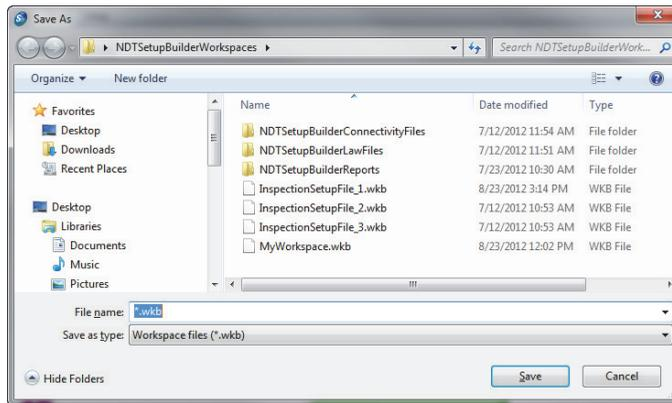

Рис. 6-3 Диалоговое окно Save as для сохранения рабочей области
2. В диалоговом окне **Save As** (Сохранить как) выберите папку, куда будет сохранен файл рабочей области (см. Рис. 6-3 на стр. 66).